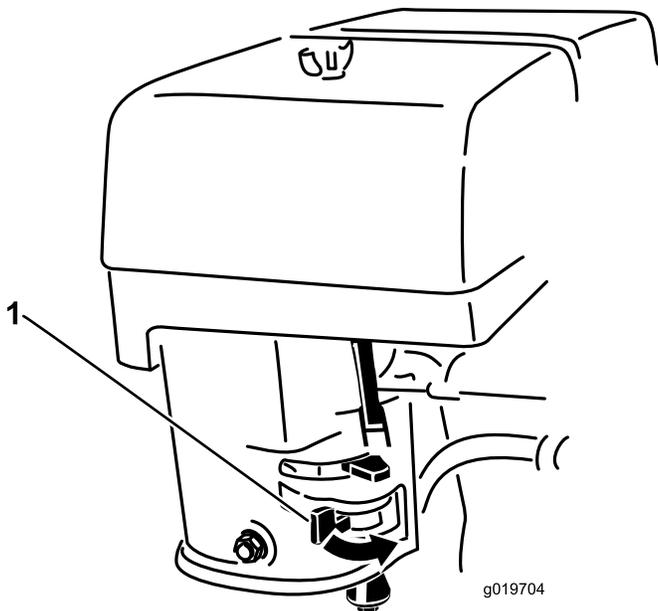

Figura 13
2. Mueva la palanca de combustible a la posición de ABIERTO (Figura 13).